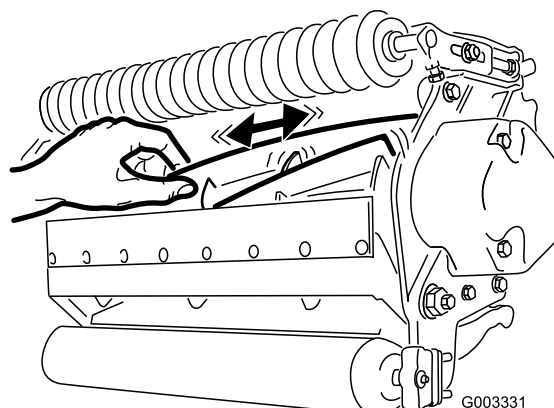

Bild 26
2. Halten Sie das Spindelmesser mit einem dicken Handrad oder einem Lappen fest und versuchen Sie, die Spindel von einer Seite zur anderen zu bewegen (Bild 26).